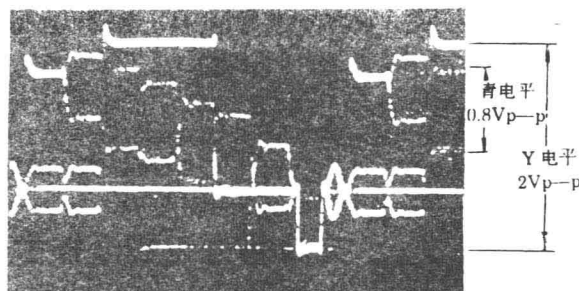

图13 NTSC 重放电平
(9) NTSC 重放电平确认: PS303(4)输入 NTSC 彩条信号, PS303(7)输入 FM 信号, 示波器接 LINE OUT。要求: Y 电平为 $2.0 \pm 0.4V_{p-p}$, 青绿色电平为 $1.1V \pm 0.5V_{p-p}$, 见图 13 所示。